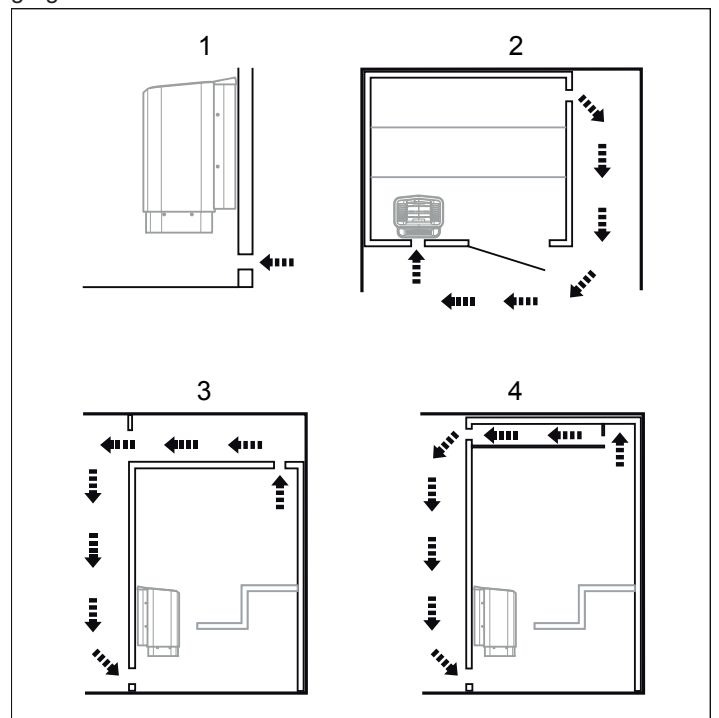

Fig 8: In- och utluftsentilens placering
- med maximalt avstånd till inluftsventilen, t.ex. i diagonal (se Fig 8).
- högt på väggen eller i taket (se Fig 8).